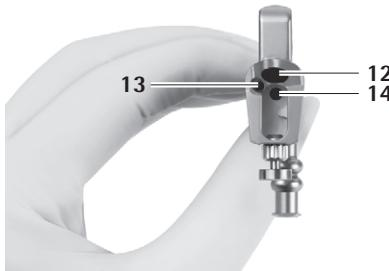

Рис. 1
- обтураптор для овального рабочего канала 7 в рабочий канал 12, см. Рис. 1.
Промывочная жидкость подается через большой рабочий канал 12 и через малый рабочий канал 13, см. Рис. 1.